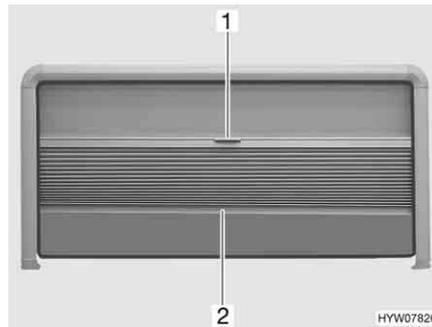

Fig. 64 Fenêtre projetante
- Saisir la tige de fermeture (Fig. 64,2) du dispositif occultant plissé par le milieu et tirer avec précaution vers le bas.
- Maintenir la tige de fermeture (Fig. 64,2) du dispositif occultant plissé par le milieu et pousser ce dernier avec précaution vers le haut.
- Tirer avec précaution la moustiquaire (Fig. 64,1) vers le bas en la maintenant par la poignée.
- Pousser lentement la moustiquaire entièrement vers le haut par la tige de fermeture du dispositif occultant plissé (Fig. 64,2).